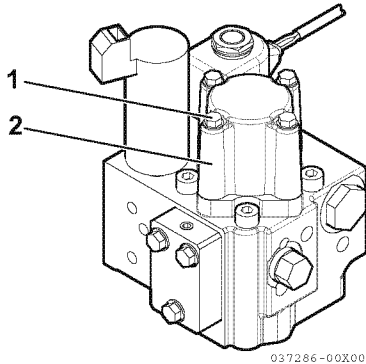

Abbildung 4
1. Vier Montageschrauben (1, **Abbildung 4**) vom elektrischen Schleppangelventil entfernen (2, **Abbildung 4**).